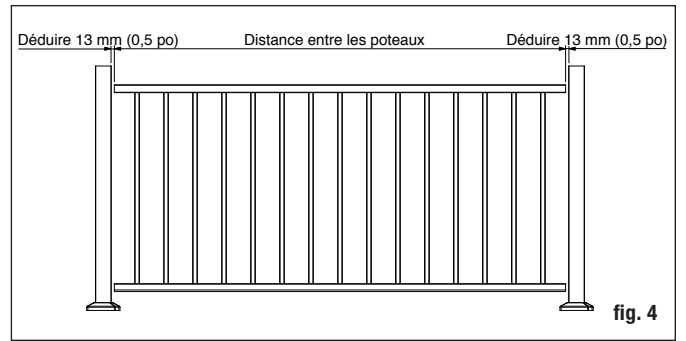

fig. 4
Étape 2 Retirez un 1/2 po supplémentaire aux deux extrémités (1 po au total) pour que le support s'insère entre le rail et le poteau. Coupez les rails supérieur et inférieur à la longueur (fig. 4).